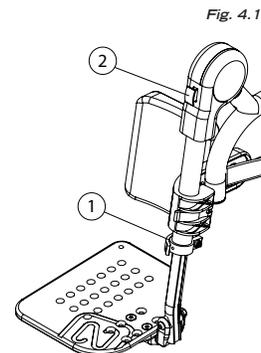

Fig. 4.1
- Installate il poggiatesta elevabile (fig 4.1) nello stesso modo in cui avete installato l'alberatura regolare (vedere sezione 9.3.1)
- Per cambiare la lunghezza del poggiatesta, tirate la leva (1) per aprire il morsetto
- Cambiate la lunghezza e spingete la leva (1) per chiudere il morsetto.
- Per cambiare l'angolo del poggiatesta, impostate l'angolo desiderato mentre premete il pulsante rosso (2).